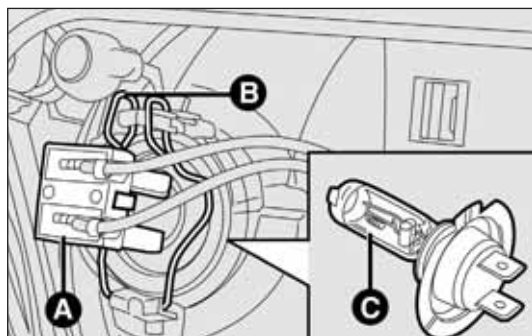

fig. 179
- scollegare il connettore elettrico A-fig. 179;
- sganciare la molletta fermalampada B-fig. 179;
- estrarre la lampada C-fig. 179 e sostituirla;